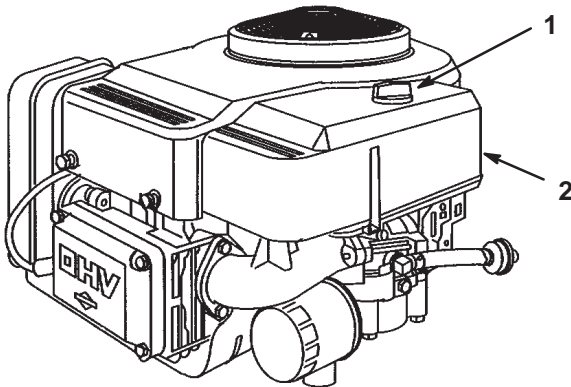

Bild 33
3. Reinigen Sie den Bereich um den Luftfilter herum, um zu verhindern, dass Schmutz in den Motor fällt und Schäden verursacht. Schrauben Sie die Verschlusschraube los und entfernen den Luftfilterdeckel (Bild 33).
3. Bringen Sie die Luftfilterabdeckung und Verschluss-schraube an (Bild 33). Ziehen Sie die Schraube gut fest.